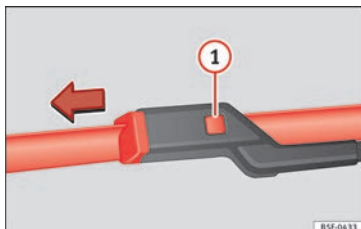

Fig. 73 Cambio de la escobilla del limpiaparabrisas.
- Oprima el botón de seguridad ① » fig. 73.